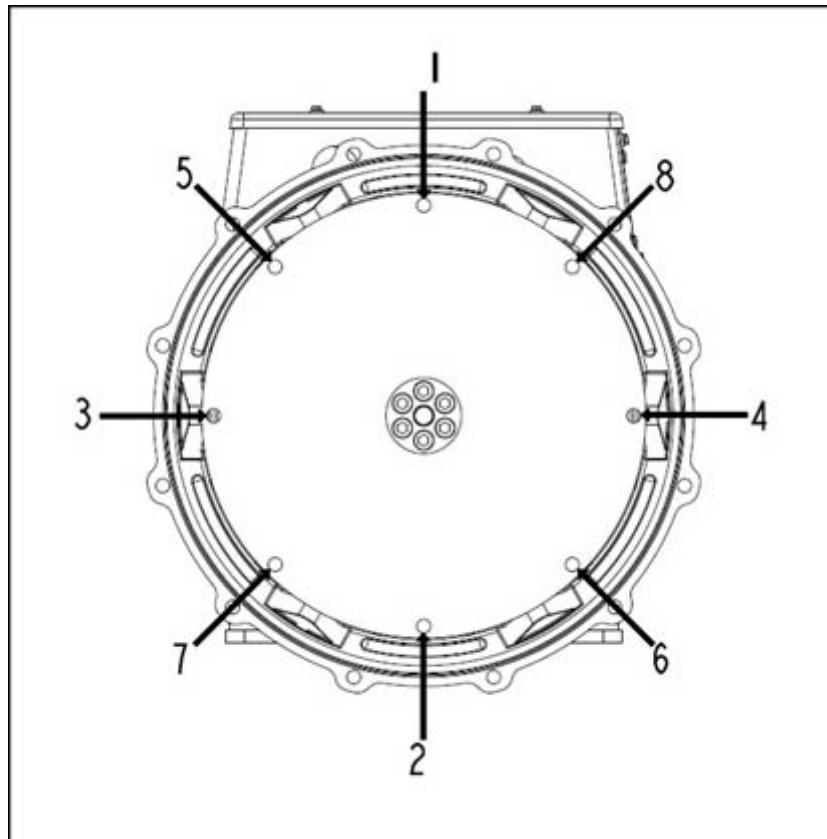

ABBILDUNG 23. REIHENFOLGE DER BEFESTIGUNG AN SCHWUNGRAD
10. Kupplungsbefestigungsschrauben am Schwungrad in der Reihenfolge festziehen wie dargestellt in Abbildung 23 auf Seite 43.